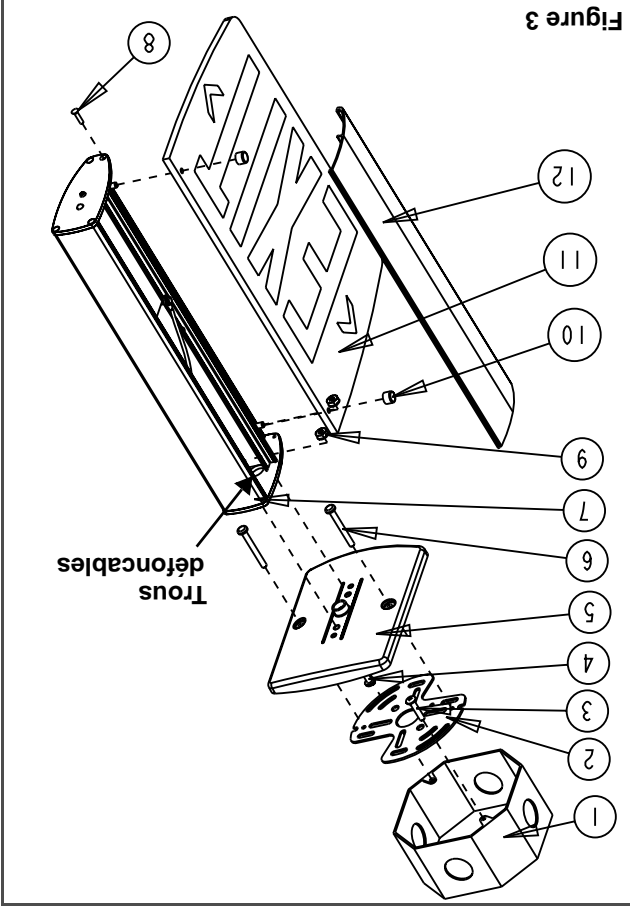

Figure 3
- a. For end-mount: remove the knock outs on the end cap towards the inside with a screwdriver (see figure 3).
- b. Fasten the canopy to the housing using screws(4) and lock nuts provided (9).
a. Pour le montage en extrémité: enlever les trous défonçables situés sur le bout de l'unité à l'aide d'un tournevis (voir fig. 3).
b. Visser le pavillon au boîtier à l'aide des vis courtes (6) et des écrous